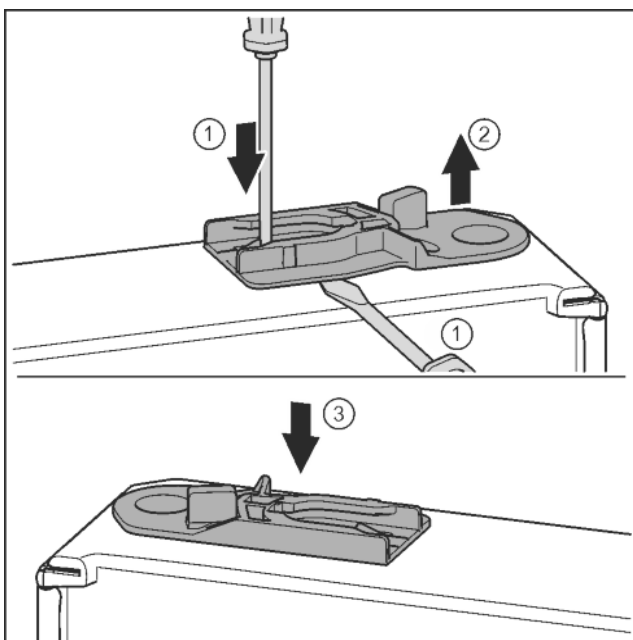

Fig. 32
- ▶ Vytiahnite vodiace puzdro: Plochým skrutkovačom zatlačte strmeň a súčasne plochý skrutkovač zasuňte pod vodiace puzdro. Fig. 32 (1, 2)
- ▶ Vodiace puzdro, ktoré je súčasťou dodávky, zasuňte na druhej strane telesa. Fig. 32 (3)